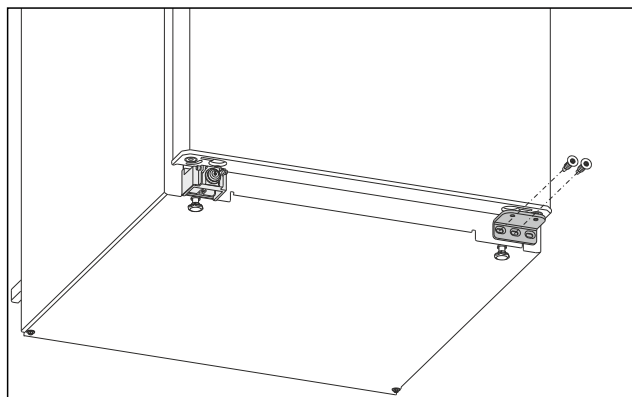

Fig. 6
- ▶ Svitare la vite centrale sulla staffa di supporto inferiore con un cacciavite Torx 20. Fig. 6 ()
- ▶ Svitare la vite interna sulla staffa di supporto inferiore con un cacciavite Torx 20. Fig. 6 ()